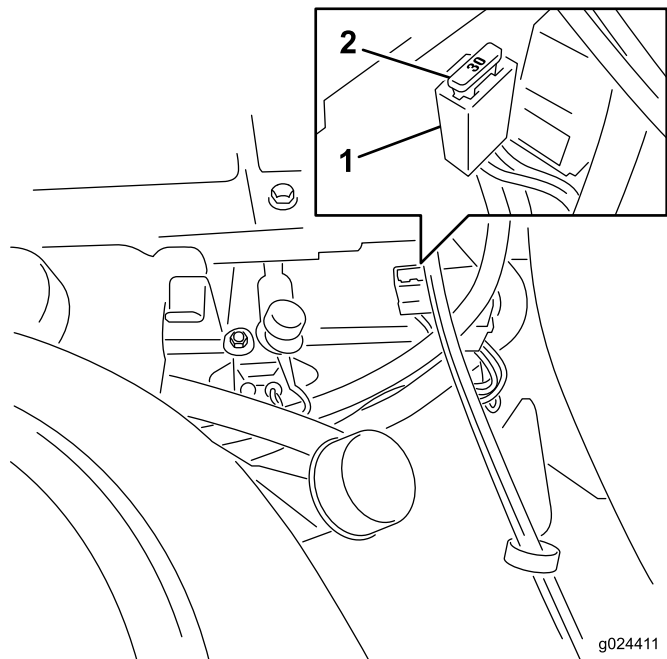

Bild 54
**Hinweis:** Die Sicherungen befinden Sie rechts am Armaturenbrett neben dem Sitz (Bild 54).
1. Fassen Sie die Sicherung an und ziehen sie gerade aus dem Sicherungsblock, wenn Sie die Hauptsicherung auswechseln müssen (Bild 54).
| 4. Fluchten Sie eine neue Sicherung mit dem Einschub im Sicherungsblock aus (Bild 54).       |
5. Drücken Sie die Sicherung ganz in Sicherungsblock ein (Bild 54).